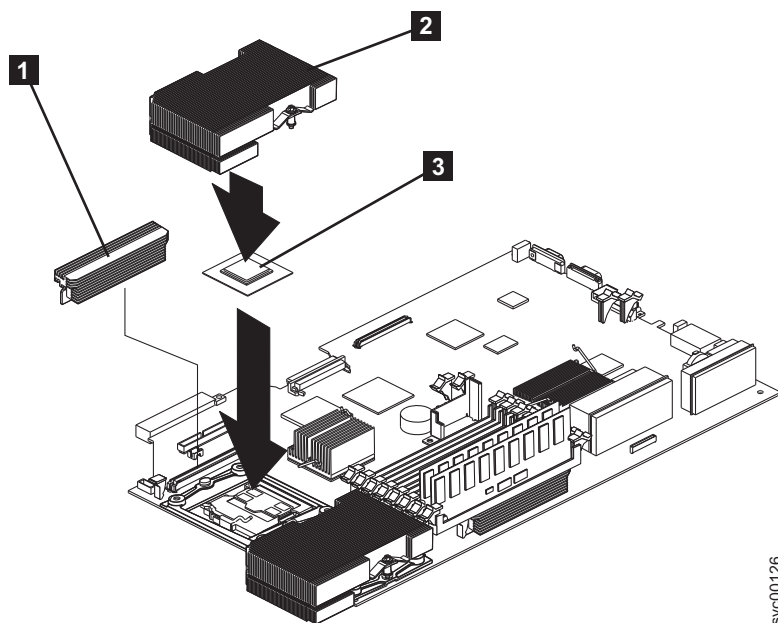

図 272. マイクロプロセッサおよびヒートシンクの位置
7. ヒートシンク **2** をマイクロプロセッサ **3** の上部に取り付けます (図 272 を参照)。